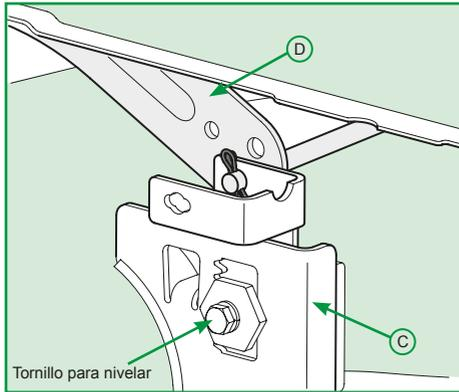

Figura 8
7. Posicione el soporte (C) de la plataforma de corte en el soporte (D) de elevación del tractor, conforme Figura 8 y posteriormente, deslice el perno atravesando los dos soportes, prendiéndolos con una presilla;